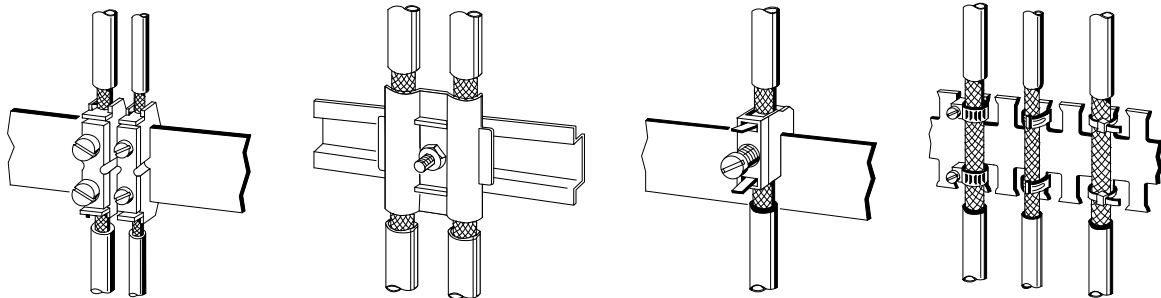

Bild 3.32 Befestigen von geschirmten Leitungen mit Kabelschellen und Schlauchbindern
- Benutzen Sie zur Befestigung der Schirmgeflechte Kabelschellen aus Metall, Die Schellen müssen den Schirm großflächig umschließen und guten Kontakt ausüben (Bild 3.32).